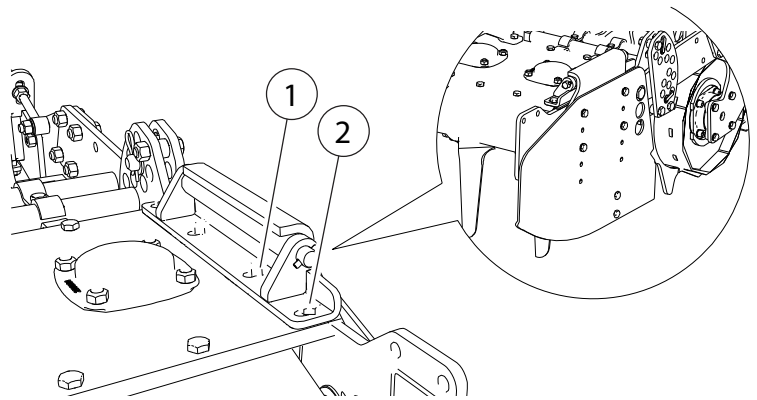
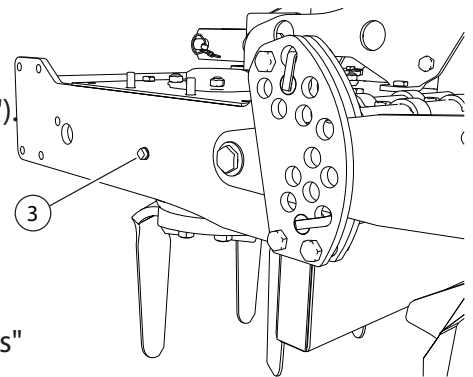

FIG. 38
FIG. 39
- Destornillar los pernos (2, "Fig. 38").
- Destornillar las tuercas (1).
- Posicionar un recipiente bajo el tapón de salida del aceite (3, "Fig. 39").